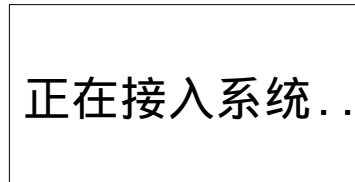

图 4
在确定主机开机的情况下，按下①键开机，仪器显示正在接入系统，如图 4